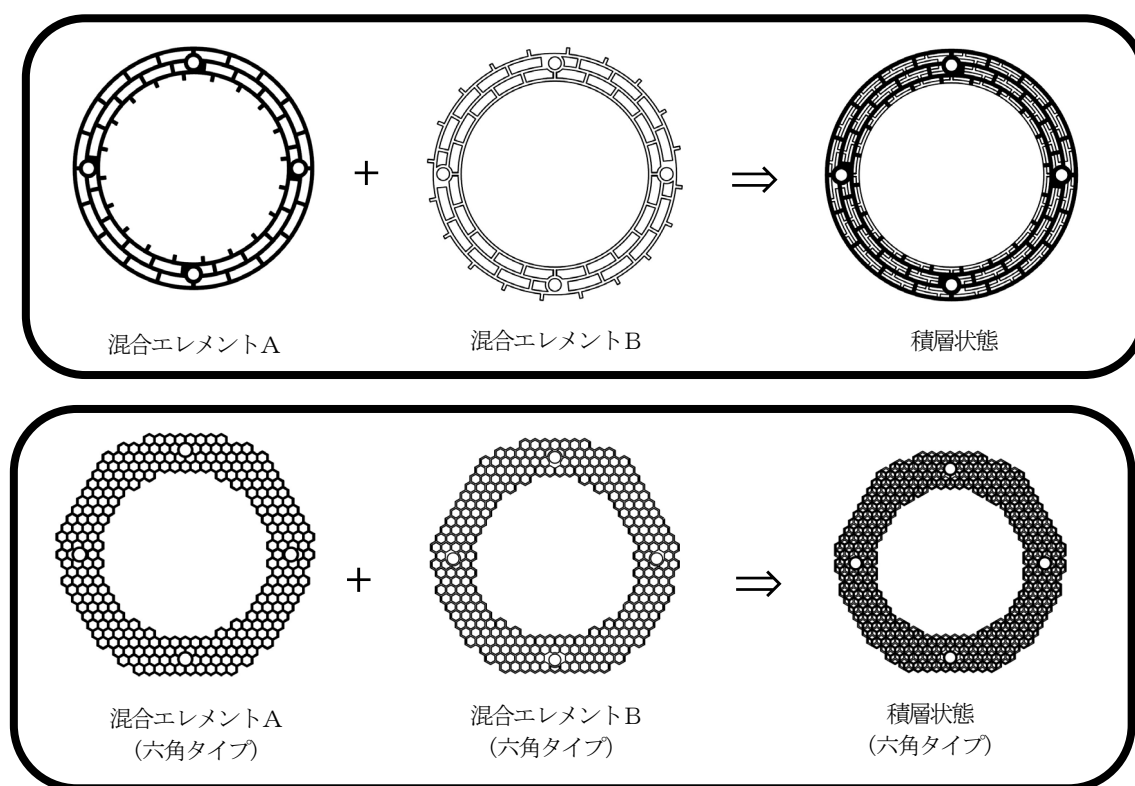

図2 混合エレメント例
- (1) ①全ねじボルトを②邪魔板に挿入して下さい。裏表はありません。
- (2) 図2の向きで③混合エレメントAを①全ねじボルトに挿入して下さい。
- (3) 図2の向きで④混合エレメントBを、裏表に注意して①全ねじボルトに挿入して下さい。流体の分割・合流を適切に行わせるために、図2の積層状態に示したように重ねて下さい。
- (4) ③混合エレメントAと④混合エレメントBのそれぞれ所定組数を①全ねじボルトに挿入して下さい。
- (5) ⑤中間板を①全ねじボルトに挿入して下さい。裏表はありません。
- (6) 図2の向きで④混合エレメントBを、①全ねじボルトに挿入して下さい。
- (7) 図2の向きで③混合エレメントAを、裏表に注意して①全ねじボルトに挿入して下さい。
- (8) 手順(4)と同様に、③混合エレメントAと④混合エレメントBのそれぞれ所定組数を①全ねじボルトに挿入して下さい。
- (9) ②プラインド板を①全ねじボルトに挿入して下さい。裏表はありません。
- (10) ①全ねじボルトの両側に、⑥緩み止めナットを均等に締め付けて下さい。
- (11) 以上で組立ては完了です。